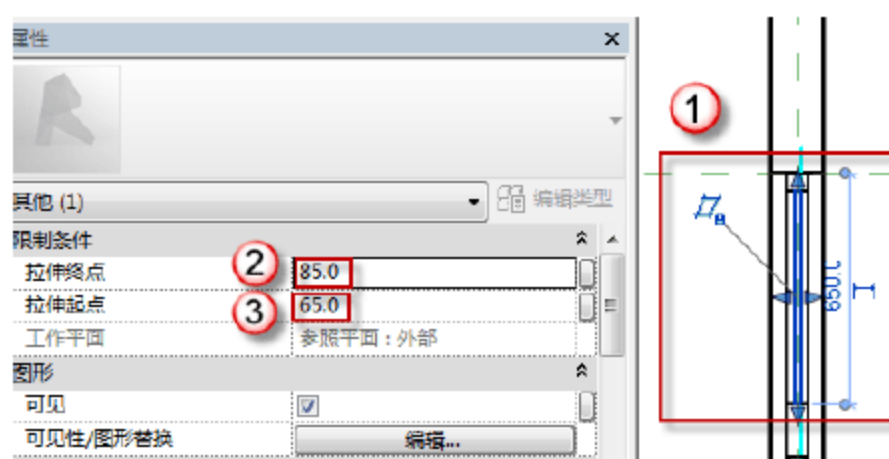

图 6.1.66 双开门上部窗户玻璃的位置及厚度
(20) 修改双开门上部窗户玻璃的位置及厚度。选择绘制好的玻璃，打开“属性”面板，在“拉伸终点”中输入“85”字样，在“拉伸起点”中输入“65”字样，如图 6.1.66 所示。